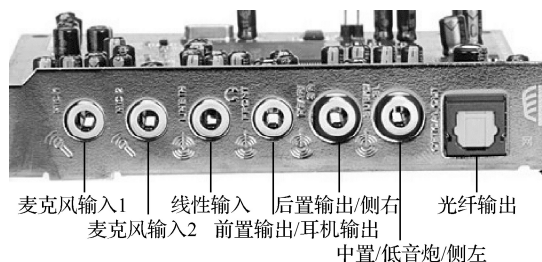

图 8-2 创新声卡接口说明图
(2) D/A 芯片。它负责将 DSP 输出的数字信号转换成模拟信号，以输出到功率放大器和音箱。
(3) A/D 芯片。它负责将输入的模拟信号转换成数字信号输入到 DSP。A/D 芯片、D/A 芯片和 DSP 的能力直接决定了声卡处理声音信号的质量。
(4) 可编程增益放大器 (PGA)。它将声音处理芯片出来的声音信号进行放大，来驱动喇叭发出声音，同时也担负着对输出信号的高低音处理的任务。这个芯片的功率一般不大，而且它在放大声音信号同时也放大了噪声信号，因此有一个绕过功放线路的输出接口，由 Speaker Out 孔输出给耳机。
(5) 总线连接端口。这是声卡与计算机主板上插槽的接口，目前主要有 PCI 和 PCI-E 两种，用于与 PC 总线进行通信，来收、发主机的音频信号。
(6) 输入/输出接口。这是声卡上用于与功放和录音设备相连接的端口，图 8-2 是一款创新声卡的接口。输入/输出的外部接口主要有：